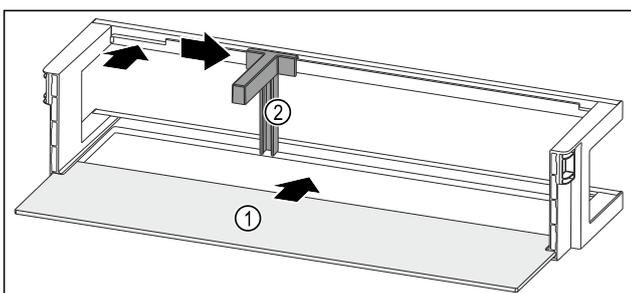

Fig. 89 Balconcino controporta con ripiano
- ▶ Inserire il ripiano Fig. 89 (1) negli incavi laterali.
- ▶ Inserire il portabottiglie Fig. 89 (2) nell'incavo.
- ▶ Far scorrere il portabottiglie Fig. 89 (2) lateralmente alla posizione desiderata.